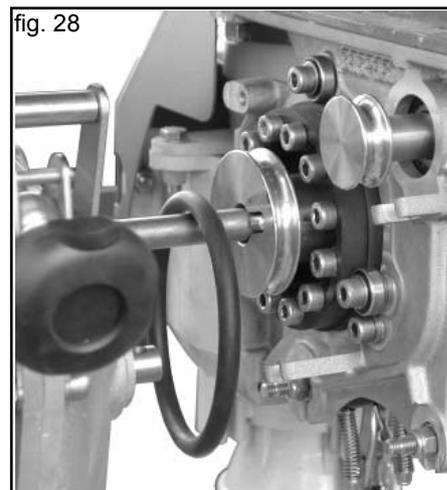

fig. 28
- Deje simplemente la correa en el árbol de transmisión (Fig. 28).